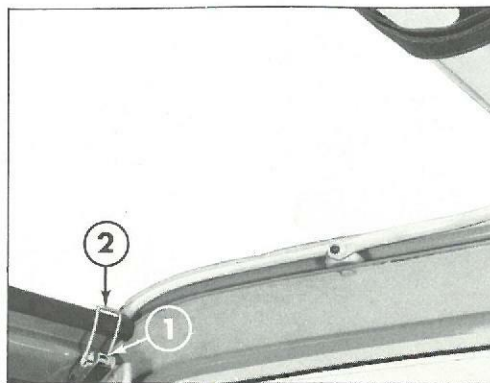

Fig. 28 - Ouverture avant de la capote
- Replacer les leviers (Fig. 28 - Rep. 1) et les boucles (Rep. 2) en position fermée où ils se maintiendront d'eux-mêmes.